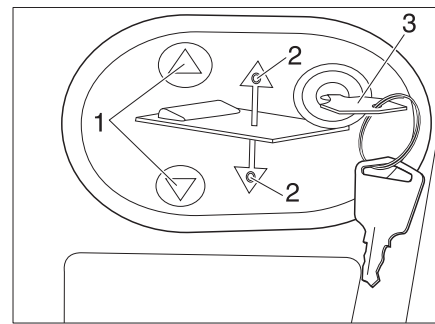

Bild 158 Bedienpanel für elektrisches Hubbett
- Schlüssel (Bild 158,3) in das Bedienpanel stecken.
- Auf Taste  oder  (Bild 158,1) drücken und gedrückt halten. Die jeweilige LED (Bild 158,2) leuchtet und das Hubbett senkt oder hebt sich.
- Wenn die gewünschte Position erreicht ist, Taste  oder  (Bild 158,1) wieder loslassen. Die jeweilige LED (Bild 158,2) erlischt.
- Schlüssel (Bild 158,3) abziehen.